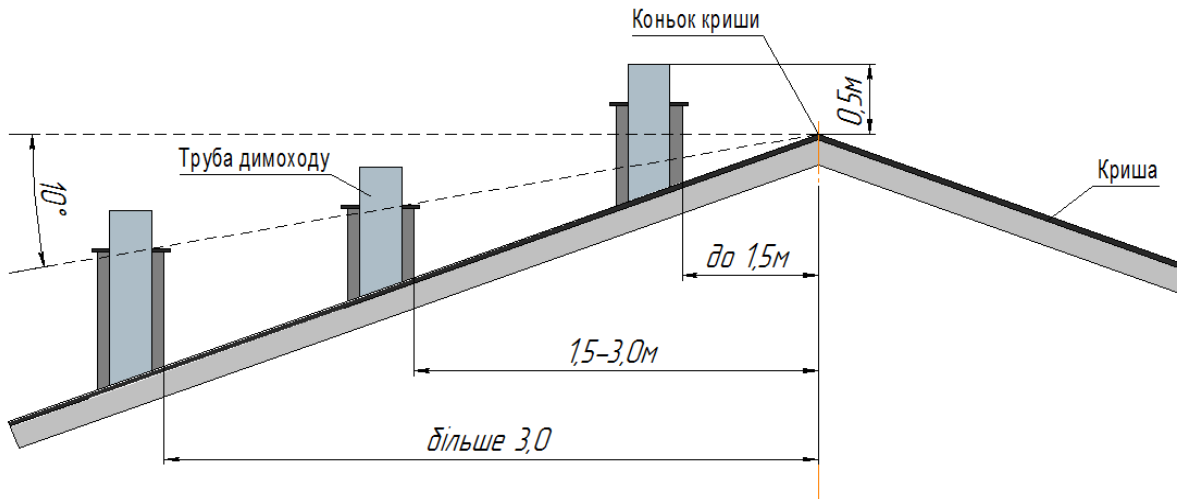
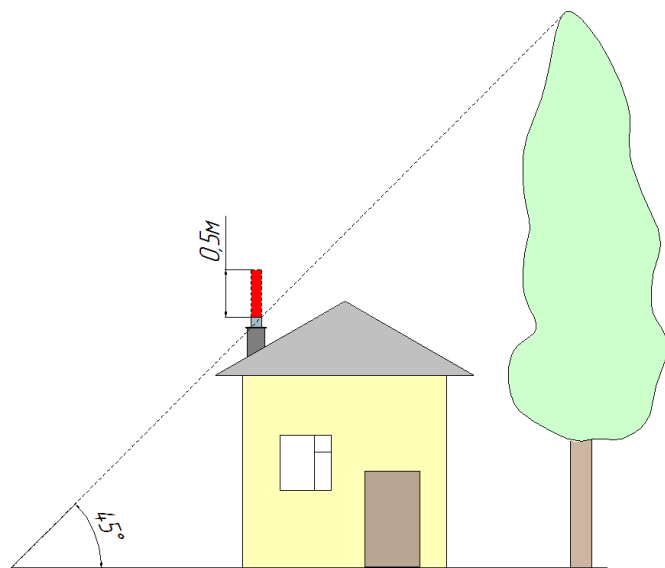

Рис.6 Рекомендована схема розміщення димової труби над гребеня даху.
Рис.7 Збільшення димоходу при наявності біля будівлі зони вітрового підпору.
7.4.3 Димохід повинен забезпечувати вихід димових газів з котла, не створюючи при цьому додаткових опорів (див. Рис.6 та Рис.7).